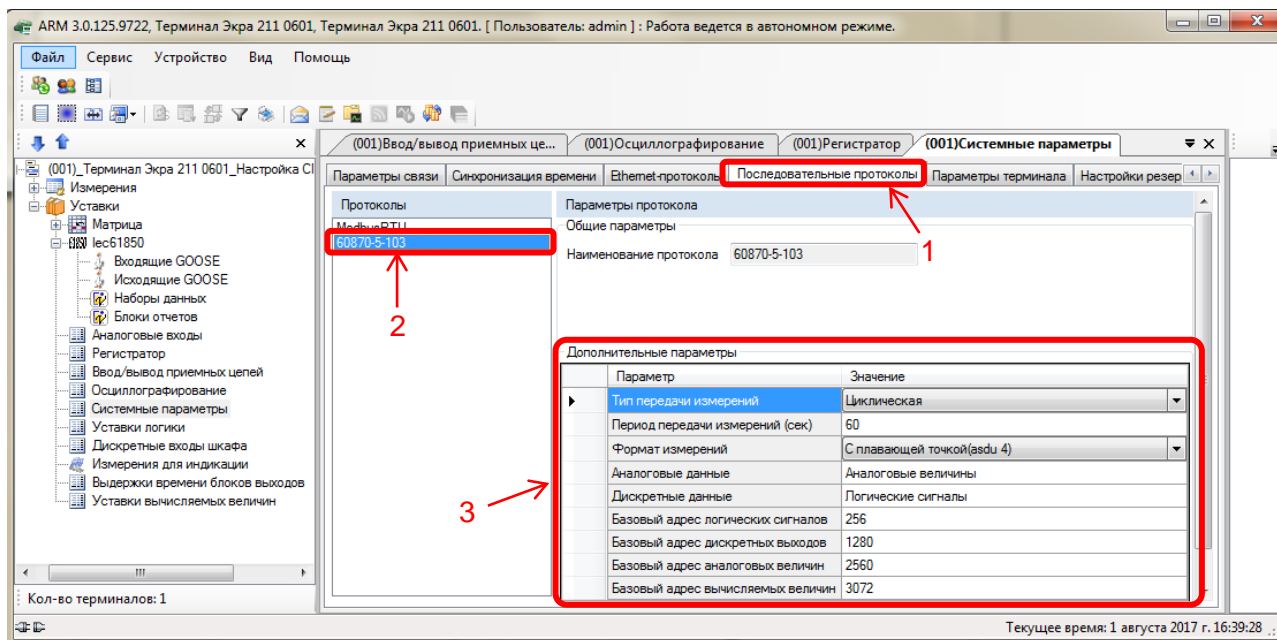

Рисунок 2 – Настройка протокола передачи данных МЭК 60870-5-103
2.2.3 Выбрать вкладку **Последовательные протоколы** (см. рисунок 2, обозначение 1).
2.2.4 Выбрать протокол 60870-5-103 (см. рисунок 2, обозначение 2).
2.2.5 Установить параметры протокола МЭК 60870-5-103 в соответствии с проектом. Значения параметров протокола по умолчанию показаны на рисунке (см. рисунок 2, обозначение 3).